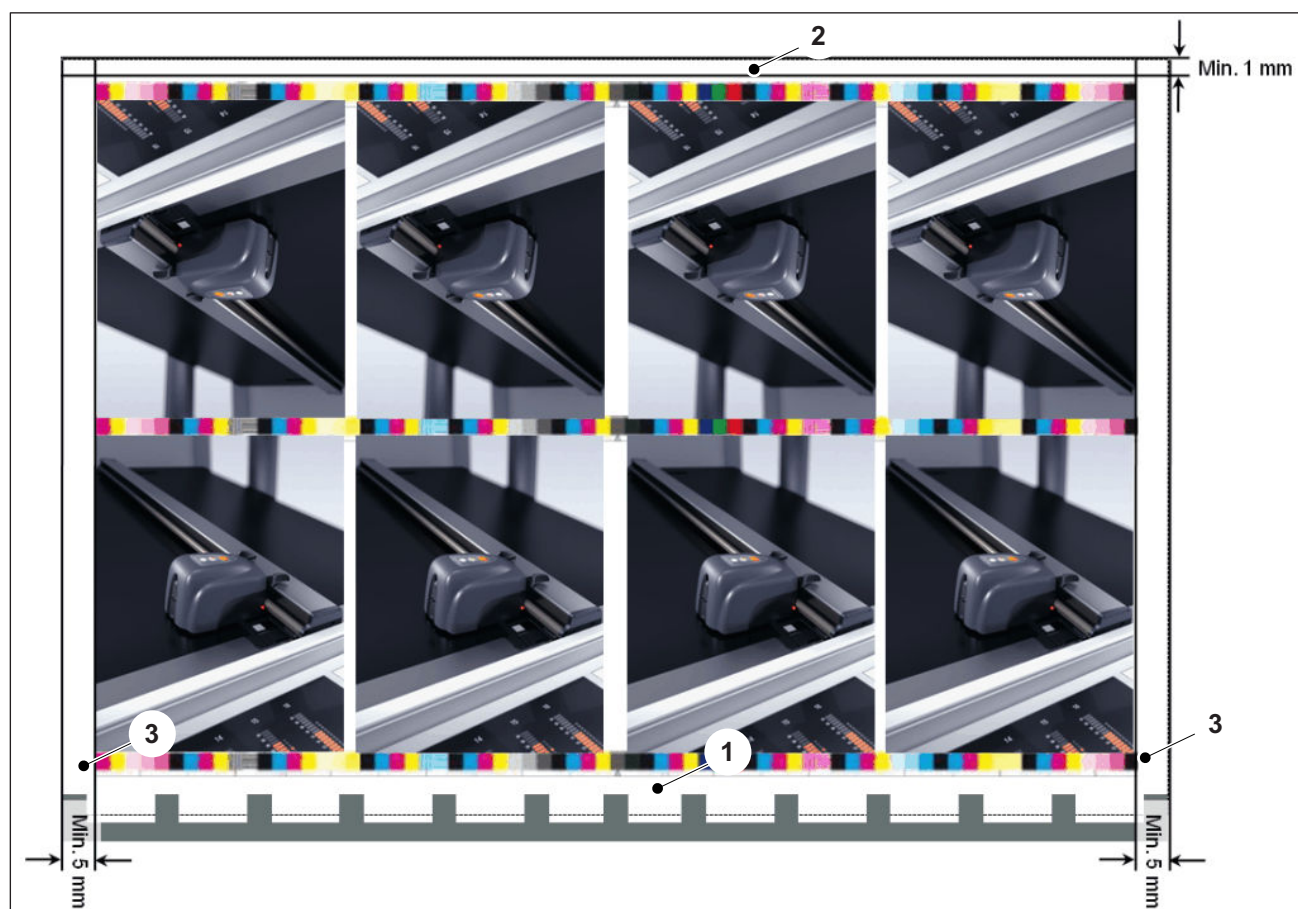

Abb. 22 Montage Prinect Easy Control
- Sie können den Druckkontrollstreifen an jeder beliebigen Position zwischen Greiferrand (Abb. 22/1) und Bogenhinterkante (Abb. 22/2) montieren.
- Zur automatischen Papierweißmessung und Erkennung des Druckkontrollstreifens müssen zwischen den seitlichen Papierkanten und dem Beginn des Druckkontrollstreifens mindestens 5 mm Papierweiß sein (Abb. 22/3).